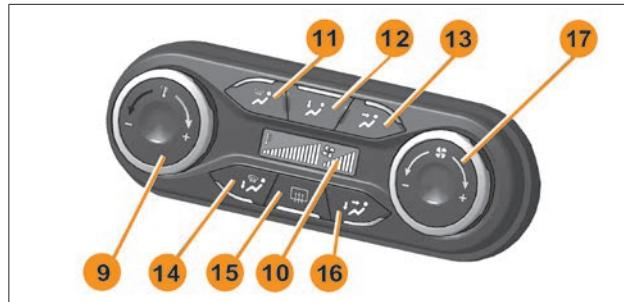

Рис. 4. Блок управления системой вентиляции и отопления
- 9 – левый поворотный переключатель (управление температурой подаваемого воздуха), см. рис. 4, 5, 6.
11 – кнопочный переключатель режима обогрева (обдува) ветрового и боковых стекол, (рис. 4, 5);
12 – кнопочный переключатель режима обогрева ног (рис. 4, 5);